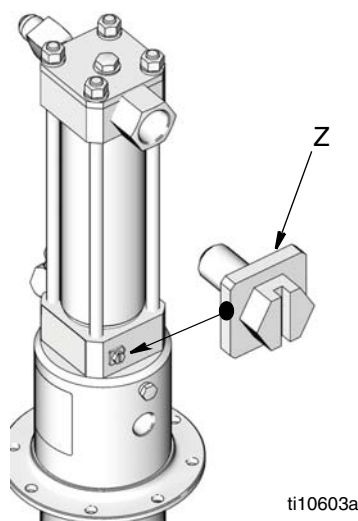

Рис. 1
- **Насос:** Закажите комплект проводов и зажимов заземления (номер по каталогу — 222011). См. раздел «Заземление насоса» и Рис. 1.
Для заземления насоса необходимо выполнить следующие действия (см. Рис. 1):